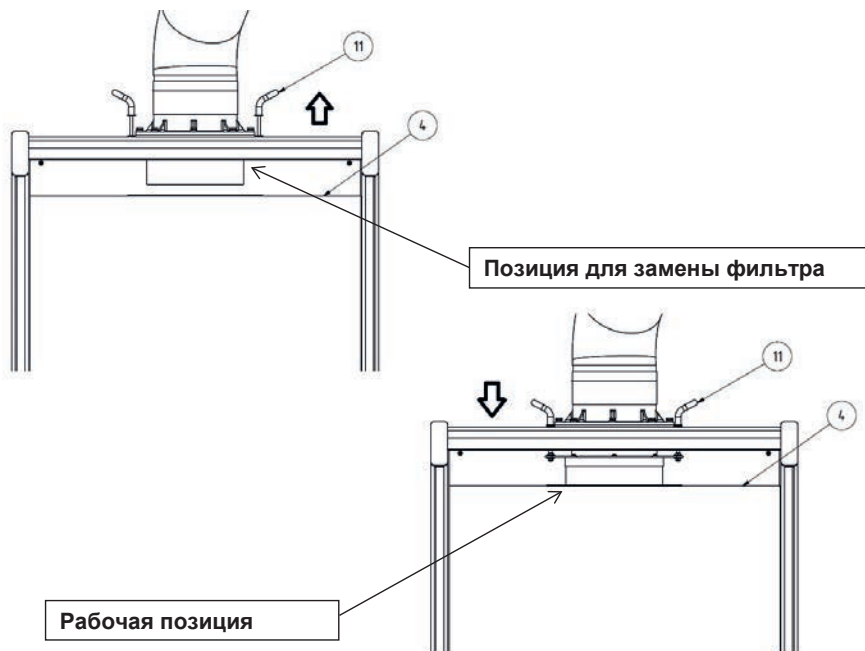

Рисунок 5, Замена фильтра
- Одновременно тяните за ручки, расположенные на заменяемой системе фильтра, вверх, до упора (рис. 5, поз. 11). Система теперь в соответствующей позиции держится при помощи магнита.
- Возьмите главный фильтр за его боковины (рис. 5, поз. 4). Осторожно его поднимите и извлеките наружу из устройства.
- Теперь надавите на заменяемую систему фильтра, держась за обе ручки, до упора в направлении вниз (рис. 5, поз. 11).